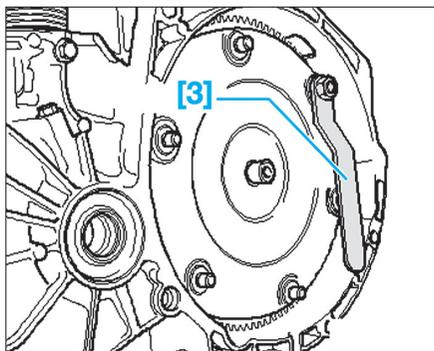

Fig. 11
- Monter sur le convertisseur, le pied de montage [3], à l'aide d'un écrou (Fig.11).